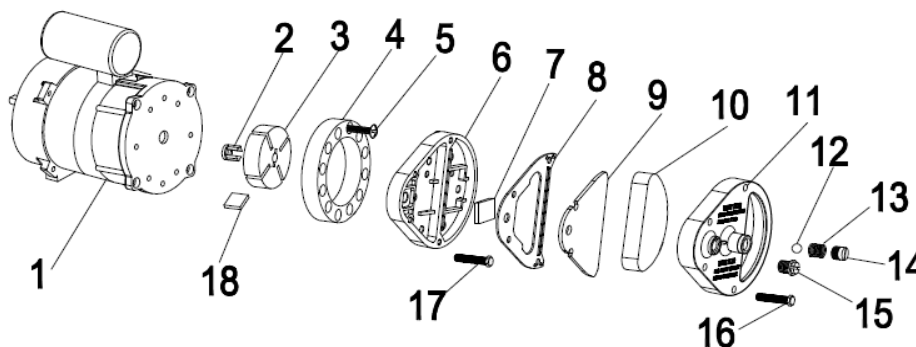

Fig. 3
Rengør luftfiltre. Fjern filterendedækslet (11), vask luftindsugningsfilteret (10) med let rengøringsmiddel, og tør det grundigt, før det geninstalleres. Udskift lufttilførselsfilteret (9) en gang om året (Fig. 3)